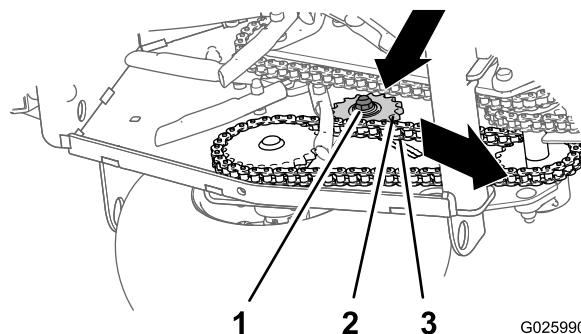

Figure 46
- Contrôlez la tension des chaînes des roues motrices (Figure 46).
- Desserrez le contre-écrou et le boulon de carrosserie qui fixent le pignon de tension (Figure 46).
- Poussez le pignon vers le bas et l'avant pour augmenter la tension de la chaîne, comme montré à la Figure 46.